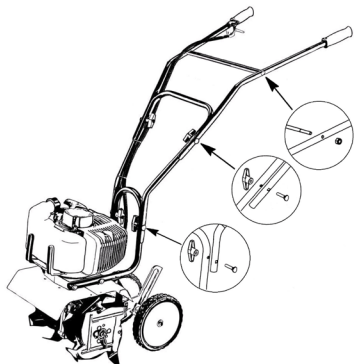

Рис. 8 Установка рукояток управления
5. Установите рукоятки управления как показано на Рис. 8.
речную штангу рукояток как показано на Рис. 8.